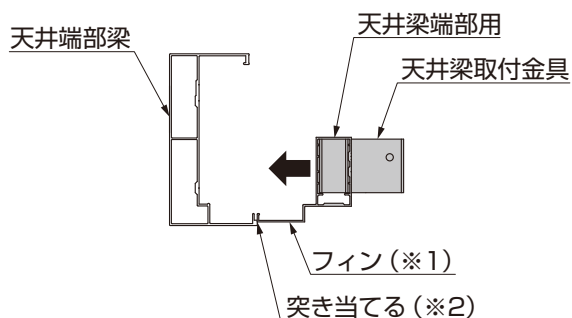
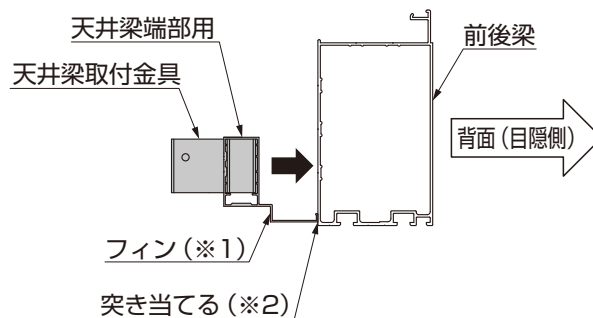

図6-13 天井梁端部用の向き（天井端部梁側）
図6-14 天井梁端部用の向き（前後梁側）
- 天井梁端部用は、フィン（※1）のある側が天井端部梁側、もしくは前後梁側になります。（図6-13、図6-14参照）